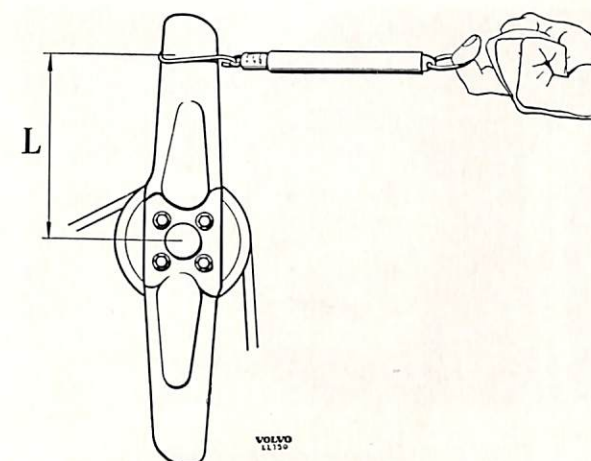

Bild 7. Kontroll av remspänning.
2. Anbringa en fjädervåg enl. bild 7 och drag i denna. Vid rätt remspänning skall remskivan börja slira vid en dragkraft av 5,5—6,5 kg. (Moment 0,8—1,0 kgm).